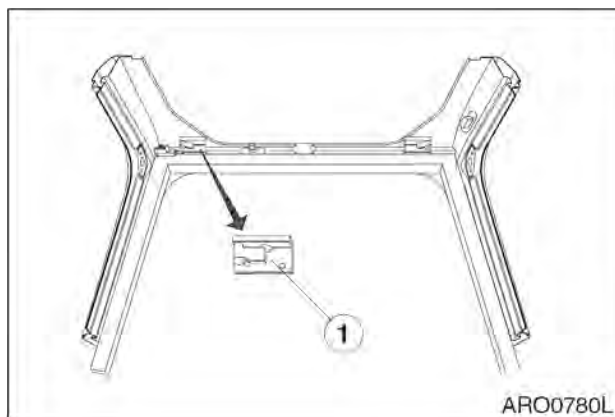

Рис. 109
6. Выдвинуть рычаги (1, рис. 109), по обеим сторонам переднего окна. Это позволит переднему стеклу двигаться.